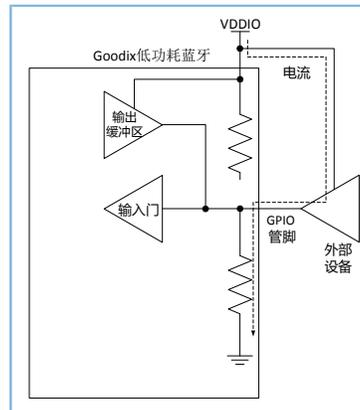

图 4-3 高电平驱动输入时的电流示意图
- (2) GPIO管脚设为输入，使能下拉电阻而非上拉电阻，所连接的外部设备处于高电平，则无电流从VDDIO泄露，但VDDIO会通过外部器件产生电流，如图4-3所示。